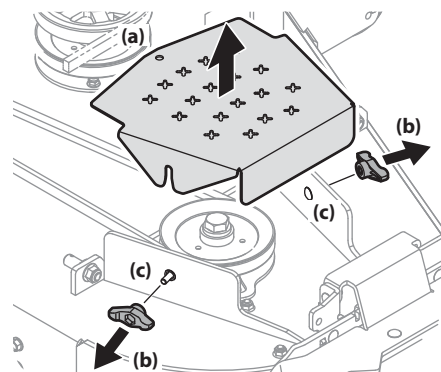

Figure 4-20
3. Pour retirer les couvercles de courroies (a), retirez les écrous papillons (b) des boulons de carrosserie (c) qui fixent les couvercles sur le plateau de coupe. Voir Figure 4-20.
4. L'écrou devrait maintenir les boulons (c) en place. Sinon, installez la quincaillerie comme illustré sur la figure 4-20.
6. Placez la courroie comme indiqué à la Figure 4-20, puis réinstallez le plateau de coupe (voir la section Installation du plateau de coupe à la page 26).